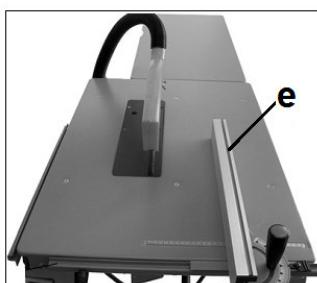

Рис. 17
Прикрепите алюминиевый профиль (e) к корпусу параллельного упора с помощью 2 болтов и гайек-барашков (f, Рис. 17, 18).
- Для пиления широких заготовок используется в вертикальном положении (Рис. 17):